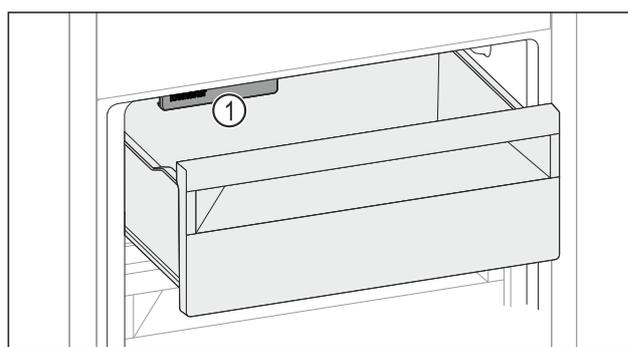

Fig. 162
- ▶ Tenere in considerazione l'IceMaker Fig. 162 (1).